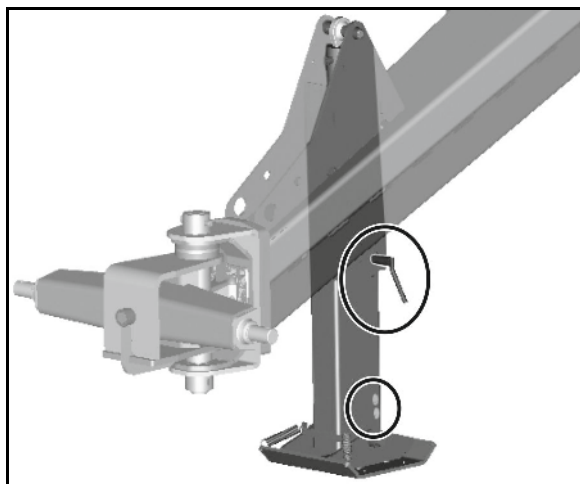

Рис. 45
- При отцепленном агрегате опора опущена (Рис. 45/1).
1. Вытяните палец (Рис. 45/2).